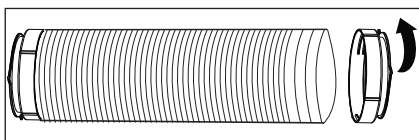

Fig. 6
3. Træk i den anden side af slangen, og skru den på adapter B (fig. 6).